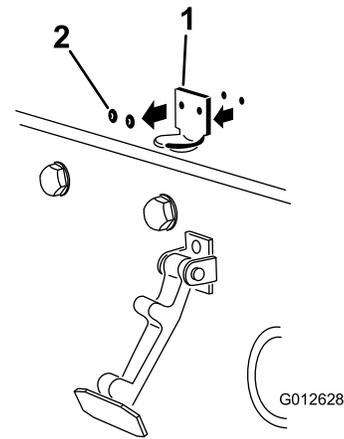

Bild 13
2. Entfernen Sie die zwei Niete, mit denen die Halterung des Motorhaubenriegels an der Motorhaube (Bild 13) befestigt ist, und nehmen Sie die Halterung des Motorhaubenriegels von der Motorhaube ab.